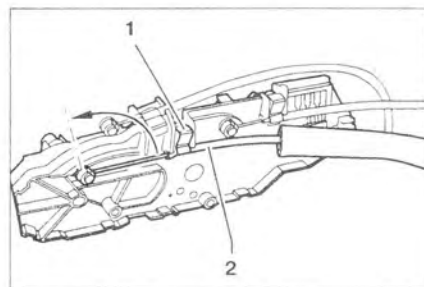

Рис. 9.66. Отсоедините фиксатор 1. Переместите трос 2 вверх (стрелка) и отцепите его.
6. Отсоедините фиксатор 1 (рис. 9.66). Переместите трос 2 вверх (стрелка) и отцепите его.